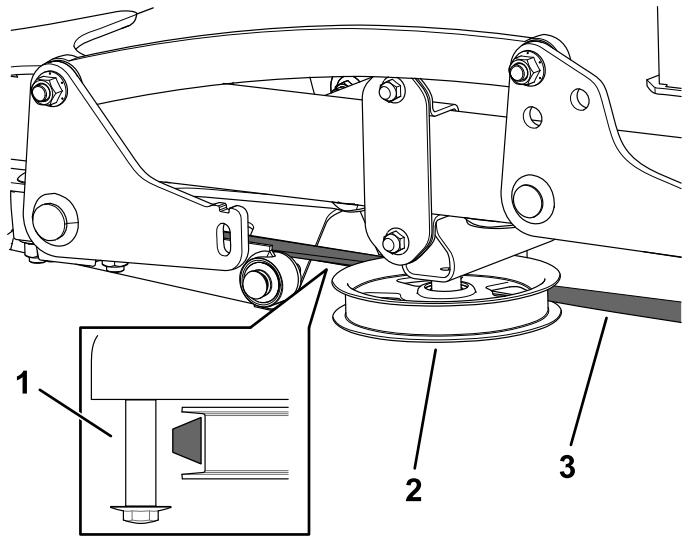

Figura 7
- Tuerca (2)
- Enrute la correa hasta la polea tensora (Figura 7).
**Importante:** Asegúrese de que el lado más ancho de la correa está en contacto con la polea, como se muestra en la Figura 7. Utilice el perno de cuello largo como guía para la correa.